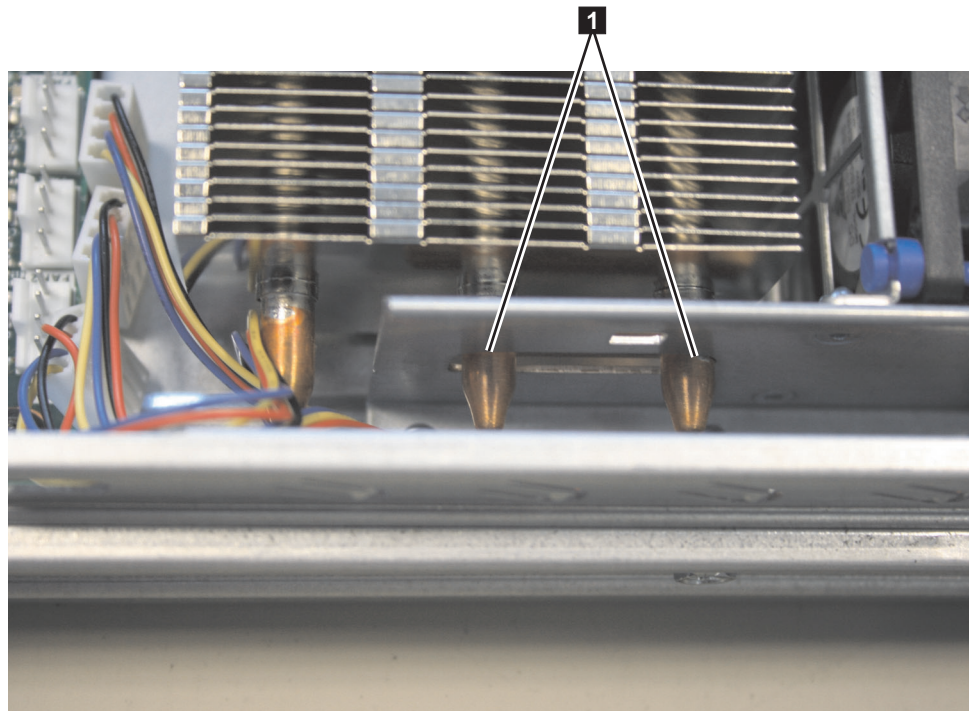

図 186. SAN ボリューム・コントローラー 2145-8A4 熱交換器アセンブリーへのピンの位置合わせ
5. 熱交換器アセンブリが図示したような角度になるようにして、熱交換器アセンブリと、システム・ボード上のマイクロプロセッサおよび熱交換器の保持モジュール (ソケット) を注意深く位置合わせします。 225 ページの図 186 に示すように、位置合わせピン **1** が、位置合わせ穴 (熱交換器ブラケットの側面の開口部) から飛び出ていること、およびヒートシンクのフランジが熱交換器ソケットのへりの下になっていることを確認します。